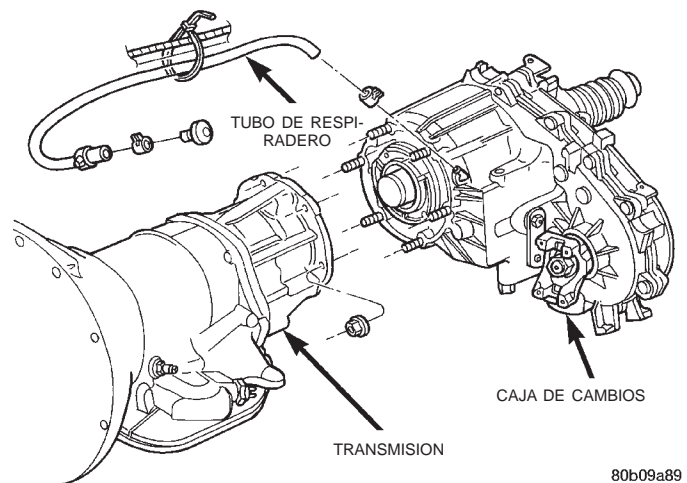

Fig. 3 Instalación de la caja de cambios
- Desconecte la manguera del respiradero de la caja de cambios (Fig. 3) y el mazo del conmutador del indicador, si fuese necesario.
- Instale y apriete las tuercas de fijación de la caja de cambios con una torsión de 35 N·m (26 lbs. pie) (Fig. 3).